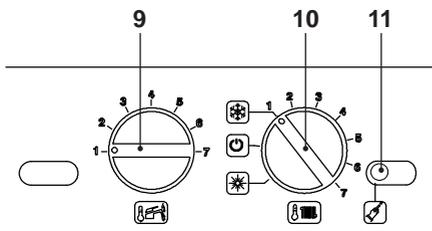
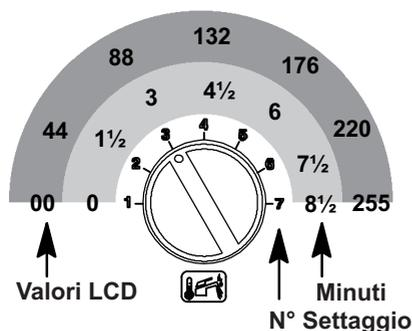

Figura 5.69
Figura 5.73
- Posizionare le manopole 9 e 10 come indicato in Figura 5.69.
- Per settare il tempo di frequenza di riaccensione bisogna entrare in programmazione premendo per 15 secondi il pulsante di ripristino **11**, in Figura 5.69 fino alla comparsa del parametro **P01** sul display LCD; sul display LCD compare la seguente visualizzazione (la sequenza **P01** si alterna ---).
- Premere il pulsante di ripristino **11** in Figura 5.69 per lo scorrimento dei vari parametri sino al raggiungimento del parametro **P10** valido per il settaggio della frequenza di riaccensione; sul display LCD compare la seguente visualizzazione (la sequenza **P10** si alterna a **88**).
- Per cambiare il settaggio ruotare la manopola regolazione temperatura sanitari 9 in Figura 5.69 e posizionarla sul tempo prescelto Figura 5.73 (nella figura esempio manopola settata per frequenza di riaccensione di tre minuti).
Il passo del settaggio della manopola 9 Figura 5.73 corrisponde a un valore letto sul display LCD di circa 44 (90 secondi) e questo valore può essere variato fino a circa 255 (8½ minuti); nell'LCD la sequenza P10 si alterna con 60.